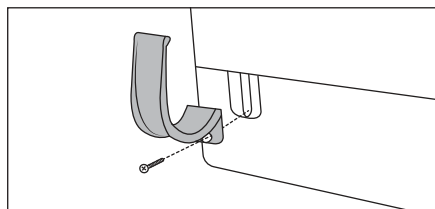

Bild 1
- ♦ Skruva fast slanghållaren **16** på produkten (se bild 1).